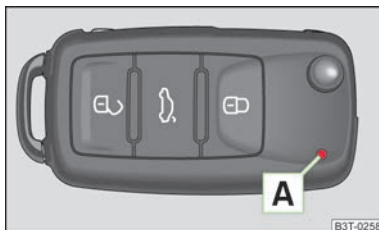
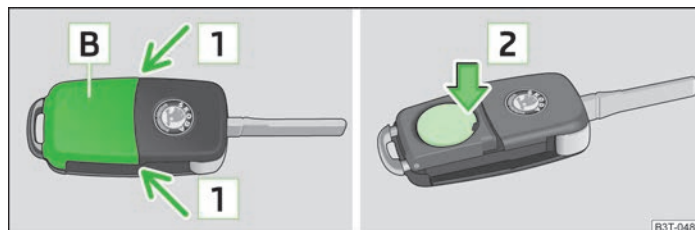

Fig. 8
Fig. 9 Llave con radiotelemando: Quitar la tapa/extraer la pila
Con el vehículo se suministran dos llaves con mando a distancia » fig. 8.
Cada llave principal de radiotelemando contiene una batería que está alojada debajo de la tapa [B] » fig. 9. Si la pila está descargada, el piloto de control rojo [A] no parpadea después de pulsar una tecla de la llave con mando a distancia » fig. 8 de la página 27. Le recomendamos que lleve a cambiar la pila de la llave a un contratante ŠKODA. Si, de lo contrario, desea cambiar la pila descargada Vd. mismo, proceda como sigue.
- Presionar la tapa del compartimento de la pila pulsando con el pulgar o con un destornillador plano en la zona de la flecha [1] » fig. 9.
Esta función de selección permite desbloquear todas las puertas, una puerta, las dos puertas del lado izquierdo o derecho del vehículo o el desbloqueo simultáneo de la puerta del conductor y del acompañante. Las otras puertas y la tapa del depósito permanecen bloqueadas y se desbloquean sólo después de desbloquearse de nuevo con la tecla de desbloqueo en la llave con radiotelemando » fig. 8 de la página 27 o con la tecla del cierre centralizado » fig. 11 de la página 30.